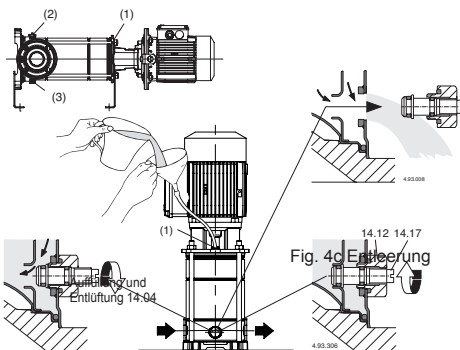

Abb. 4a Auffüllung:
Bei Installation der Pumpe über dem Wasserspiegel (Saugbetrieb, **Abb. 3A**) oder mit zur Öffnung des Rückschlagventils ungenügender Zulaufhöhe (weniger als 1 m) sind Saugleitung und Pumpe durch den Entlüftungsanschluß (1) zu füllen (**Abb. 4a,4d**). Zur Vereinfachung der Auffüllung wird ein Gummirohr (oder ein Rohrkrümmer) und ein Trichter verwendet.
Während der Auffüllung bleibt die Nadelsschraube (14.17) in der Entleerungs-Verschlußschraube (14.12) gelöst, damit der Druckraum mit dem Saugraum kommunizieren kann (**Abb. 4a**).